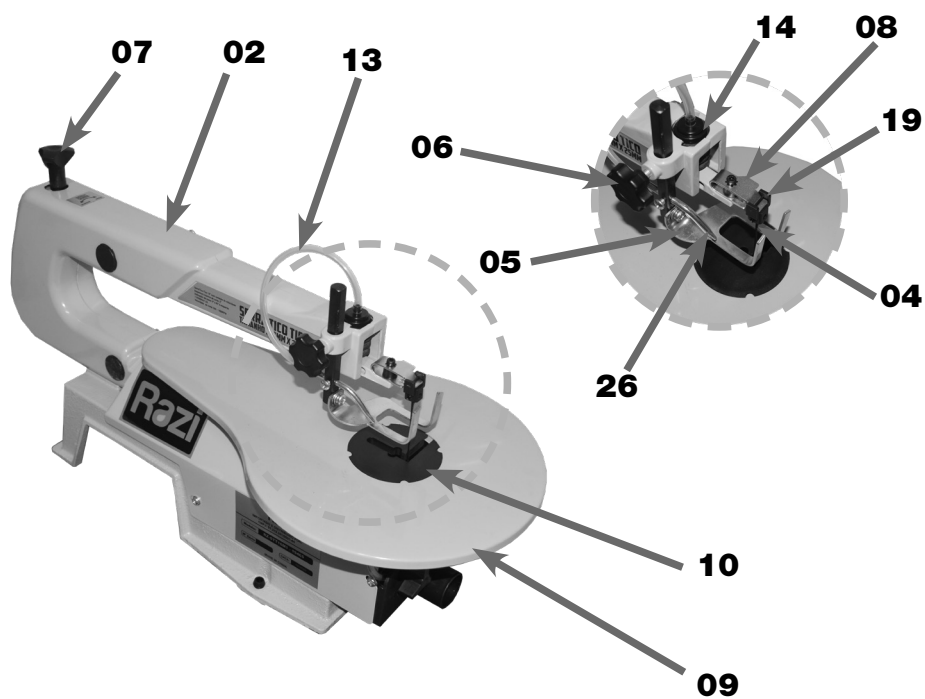

FIGURA 02 – Componentes do Braço da Serra
Um dos principais componentes fixado a Base (03) é o Braço da Serra (02), sendo responsável por estruturar e possibilitar o movimento da Lâmina de Corte (04) (figura 02).
Esta Lâmina de Corte (04) é fixada ao Braço da Serra (02) (superior e inferior) por meio do Suporte da Lâmina (08) (figura 02).
O Suporte da Lâmina (08) possibilita a fixação de Lâminas de Corte (04) com pinos e sem pinos, sendo a com pinos fixada direto no Suporte (08) e a sem pinos fixada com o auxílio do Engate para Lâminas (19) (figura 02).
Ao redor da Lâmina de Corte (04) se encontra a Proteção da Lâmina (05), que pode ter sua altura ajustada de acordo com a espessura da madeira a ser cortada, soltando e apertando o Manípulo Trava da Proteção (06) (figura 02).
Para melhorar a visualização do corte, a máquina possui o Bico Soprador (26) conectado ao Diafragma (14), responsáveis por retirar o pó de serra da região do corte (figura 02).
3. VERIFICAR se a tensão da rede elétrica é a mesma da máquina, conforme indicada na Plaqueta de Especificações Técnicas (23) (figura 02).